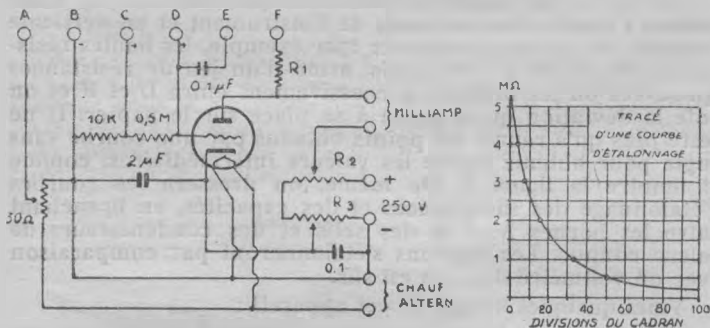

Fig. 1. — VOLT-OHM-HENRY-FARADMETRE A LAMPE.
**Volt-ohm-farad-henrymètre à lampe.** (fig. 1).